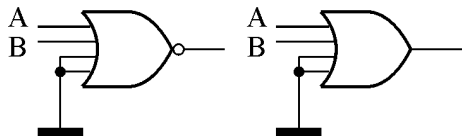

Figura 4.10. Pentru porțile SAU-NU, SAU, intrările nefolosite se conectează la masă sau  $U_L$ .
- b. La circuitele SAU, respectiv SAU-NU polarizarea se realizează prin legare directă la masă (figura 4.10).